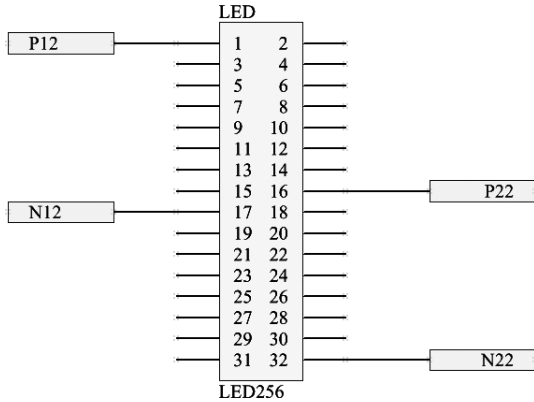

图 15-20 完成连线后的显示屏电路模块原理图
(2) 设置各元件属性，然后合理布局，最后进行连线操作。完成连线后的显示屏子原理图如图 15-20 所示。单击“原理图标准”工具栏中的（保存）按钮，保存原理图文件。